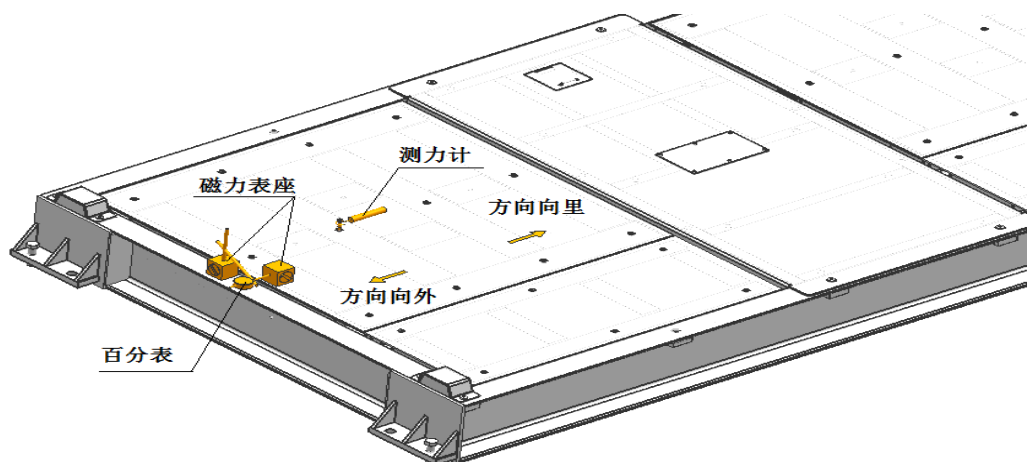

图 4.14
(1)、按图 4.14 所示安装好标定装置。
(2)、在测量板放松状态下，按图 4.14 所示向里拉动测力计，使测量板移动，当百分表指针转过 0.1mm（即经过 10 小格），将测力计示值记下；将测量板重新回到放松状态，按下仪表复位键（或将设备串口调试工具 DeviceTest.exe 中指令选择为读数据测量状态，并勾选“循环执行指令”），然后拉动测力计，至仪表显示数值为-5m/km 时，将测力计示数记下。